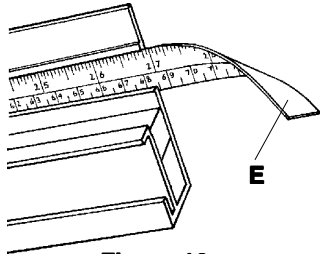
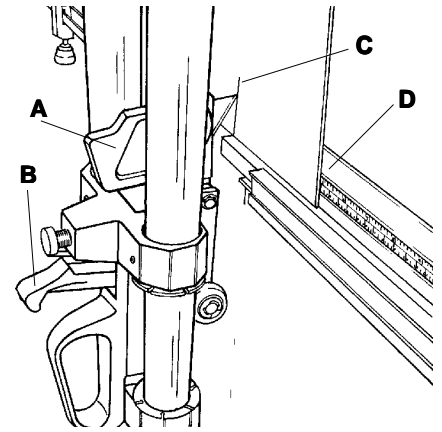

Figure 16
Figure 15
The **RIGHT SUPPORT SCALE** can now be aligned and set in its proper position. Mark a short line on a mat/mount board exactly 6 inches (15cm) from the right edge. Insert the mat/mounting board **PILLAR POST (A)** in the cutting head and lock it with the **SPEED SCREW**. Depress the **SHORT THUMB LEVER (B)** and raise the **CUTTING HEAD**. Place the mat/mount board on the **SQUARING EDGE BAR** and slide it in position so the cutting blade rests exactly on the line **(C)**. See **Figure 15**.
The **RIGHT SUPPORT SCALE** has a strip of double sided tape **(E)** on the back at the right end as seen in **Figure 16**. Slide the **SCALE** out to the right and remove the protective paper from the tape. Now, slide the **SCALE** back to the left until the 6 inch (15cm) index on the **SCALE** lines up with the right edge of the mat/mount board as shown at **(D)** in **Figure 15**. Press on the right end of the **SCALE** and the tape will adhere it in place.
Die **Skala** in der **rechten Halterung** kann jetzt angeglichen und in der richtigen Position befestigt werden. Auf einem Passepartout/Karton ziehen Sie einen Strich, der genau 15 cm von der rechten Kante entfernt ist. Legen Sie den **Passepartout/Karton Halter (A)** in den **Schneidekopf** und ziehen Sie die **Schnellspannmutter** an. Drücken Sie den **kurzen Hebel (B)** und heben Sie den **Schneidekopf** an. Legen Sie das Passepartout/Kartonstück an die **Winkelleiste** an und schieben Sie es in eine Position, so daß die Schneideklinge genau auf dem Strich **(C)** liegt. Siehe **Abbildung 15**.
Auf der Rückseite der **Skala** der **rechten Halterung** befindet sich ein doppelseitiges Klebeband **(E)**, wie in **Abbildung 16** gezeigt. Ziehen Sie die **Skala** nach Rechts heraus und entfernen Sie das Schutzpapier von dem Doppelklebeband. Schieben Sie die **Skala** jetzt wieder nach Links bis die 15 cm Marke auf der **Skala** auf gleicher Höhe mit der rechten Kante des Passepartout/Kartonstückes ist, siehe **(D)** in **Abbildung 15**. Drücken Sie auf das rechte Ende der **Skala**, um sie in dieser Position zu befestigen.
Vous pouvez maintenant aligner la **RÈGLE DE SUPPORT DROIT** et la placer à la bonne position. Tracez une petite ligne sur l'encadrement ou le panneau de montage à 15 cm (6 po.) exactement du bord droit. Introduisez l'**OUTIL (A)** pour la coupe d'encadrements et de panneaux de montage dans la tête de coupe et verrouillez-le à l'aide de la **VIS DE SERRAGE**. Appuyez sur le **LEVIER DE TAQUET COURT** et soulevez la **TÊTE DE COUPE**. Placez l'encadrement ou le panneau de montage sur la **BARRE DE BORD D'ÉQUARRISSAGE** et faites-le glisser à sa place de manière à ce que la lame repose directement sur la ligne que vous avez tracée **(C)**. Référez-vous à la **Figure 15**.
Comme vous pouvez le voir dans la **Figure 16**, la **RÈGLE DE SUPPORT DROIT** comporte une bande de ruban adhésif sur les deux côtés **(E)**. Faites glisser **LA RÈGLE** vers la droite pour la retirer et enlever le papier protecteur qui se trouve sur le ruban adhésif. Refaites ensuite glisser la **RÈGLE** vers la gauche jusqu'à ce que l'index de 15 cm (6 po.) sur la **RÈGLE** soit aligné avec le bord droit de l'encadrement ou du panneau de montage, comme il est indiqué au **(D)** de la **Figure 15**. Appuyez sur le bout droit de la **RÈGLE** et le ruban adhésif la fera coller à sa place.
La **ESCALA DEL SOPORTE DERECHO** puede alinearse y graduarse en su posición correcta ahora. Marque una línea corta en una plancha de mat/mount a exactamente 6 pulgadas (15 cm) del borde derecho. Inserte el **POSTE de PILAR (A)** de tablero de mat/mount en el cabezal de corte y asegúrelo con el **TORNILLO DE VELOCIDAD**. Baje la **PALANCA CORTA DE PULGAR (B)** y eleve el **CABEZAL DE CORTE**. Coloque la plancha de mat/mount en la **BARRA DE ENCUADRE DE BORDE** y deslícelo en posición de manera que la cuchilla de corte descansa exactamente en la línea **(C)**. Vea la **Figure 15**.
**Figure 16**. Deslice la **ESCALA** hacia la derecha y saque el papel protector de la cinta. A continuación, deslice nuevamente la **ESCALA** hacia la derecha hasta que el índice de 6 pulgadas (15 cm) en la **ESCALA** se alinee con el borde derecho de la plancha de mat/mount como se muestra en **(D)** en la **Figure 15**. Presione sobre el extremo derecho de la **ESCALA** y la cinta se adherirá en su lugar.